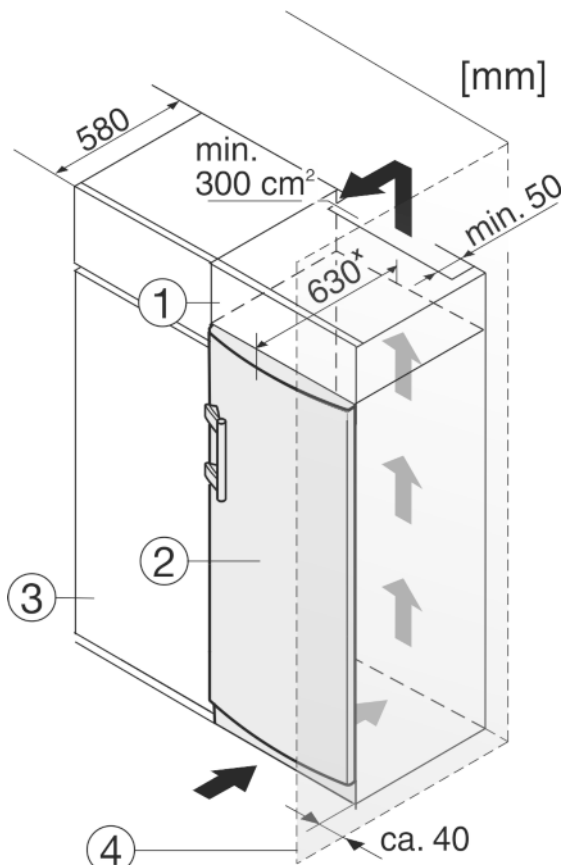

Fig. 10
Spotřebič lze zabudovat do kuchyňských skříní. K vyrovnání spotřebiče Fig. 10 (2) na výšku kuchyňské linky lze na přístroj nasadit nástavec Fig. 10 (1).
Při montáži do kuchyňských skříní (hloubka max. 580 mm) lze přístroj instalovat hned vedle kuchyňské skříně Fig. 10 (3). Přístroj přesahuje přední stěnu kuchyňské skříně na stranách o 34 mm\* a uprostřed o 50 mm\*.
Když se přístroj instaluje závěsy vedle stěny Fig. 10 (4), musí být vzdálenost přístroje od stěny alespoň 40 mm. To odpovídá přesahu madla při otevřených dveřích.